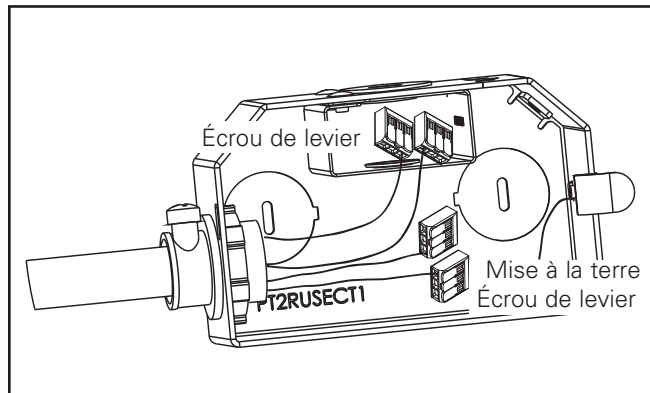

Figure 8
2. Pour connaître la bonne installation du projecteur mural (voir la Figure 8).
2. Retirez le couvercle de la boîte de jonction (Figure 8).